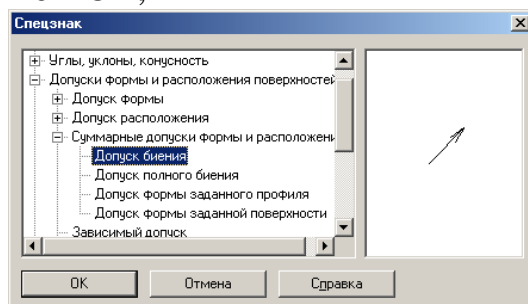

Рис. 50
- в диалоговом окне **Спецзнак** (рис. 50) выделите строку **Допуск биения** и закройте окно щелчком ОК;